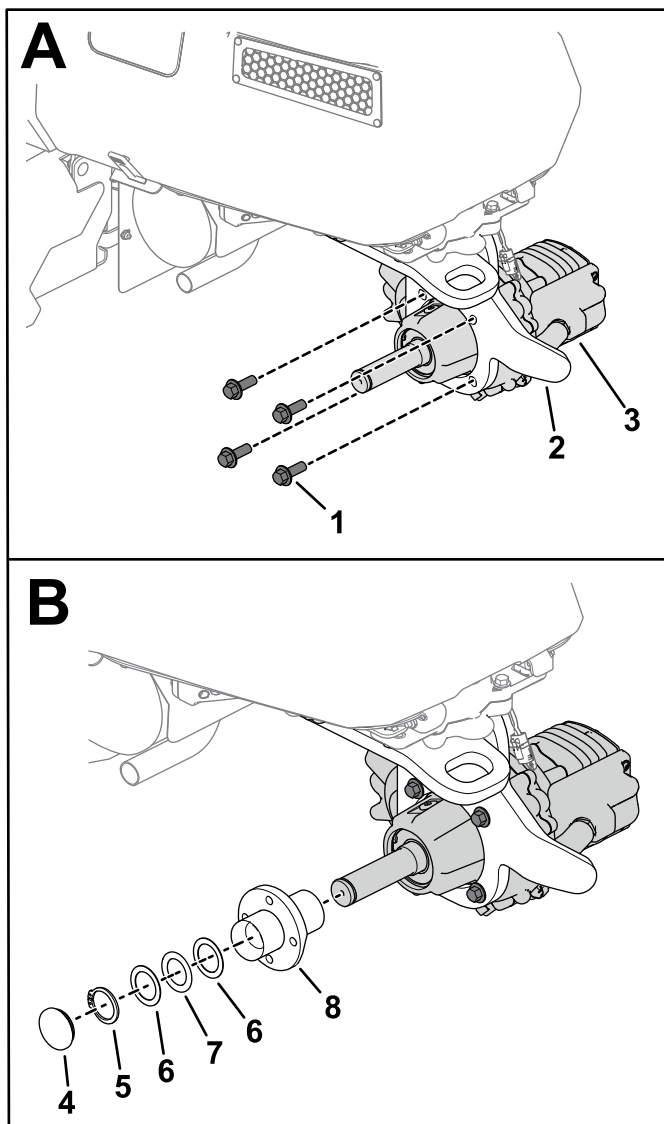

図 3
1. スナップリング 図 3 をアクスルから外す。
2. ギアボックスからハブアセンブリ 図 3 を外す。
注 ギアボックスは 図 3 のように取り付けるのが正しい取り付けです。アクスルシャフトが車体の左側に突き出すのが正しい向きです。
4. ボルト (M12)4本を使って、ギアボックスをキャストフォーク (図 3 図のA) に固定する。
6. ハブアッシー、スナップリング、Oリング付きダストキャップをアクスルシャフト 図 3 図のBに取り付ける。
注 ハブアセンブリからスラストワッシャーとベアリングを取り外されている場合は、図 3図のように組み付ける。